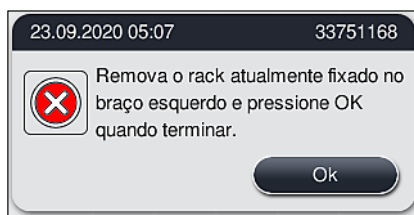

Fig. 131
5. Confirme ao pressionar **Ok** (→ "Fig. 131").